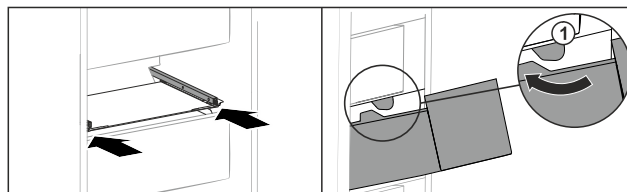

Fig. 168
- ▶ Vedte zásuvku podél zářezů Fig. 168 (1).